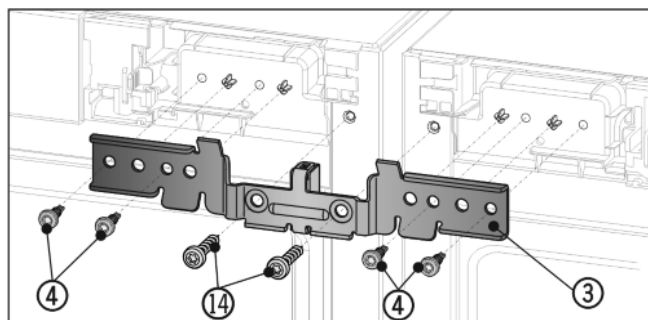

Fig. 7
- ▶ Skub vinklen Fig. 7 (3) og afstandsstykket ind mellem skabene og ind på tappene. Skru vinklen løst på med fire skrue Fig. 7 (4) og de jordingskruer Fig. 7 (14), der blev fjernet tidligere, skiftevis i højre og venstre side.